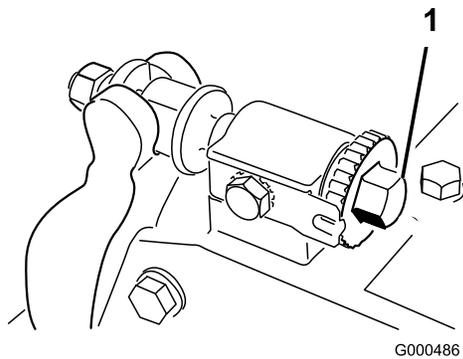

図 11
1. ベッドバー調整ねじを左に回してベッドナイフとリールの接触をなくす 図 11。